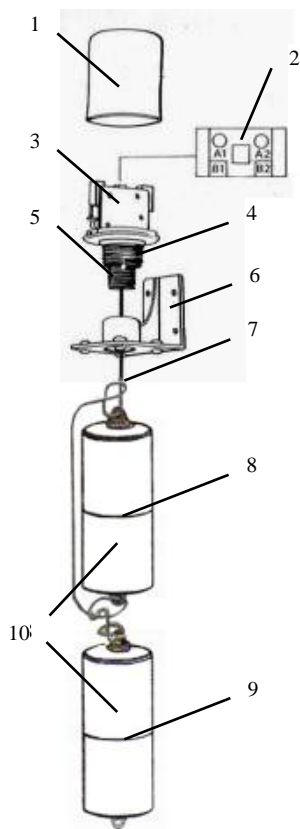

Рис. 1
1.2. Установите на подвесной веревке 2 поплавка, как показано на рис. 1.